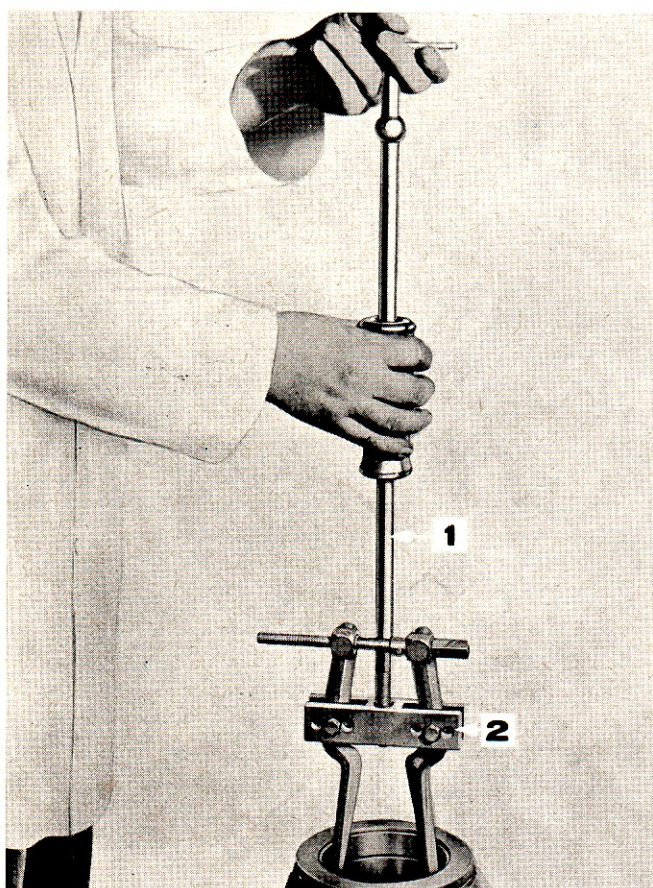

Figure 47: Extraction de la cuvette de roulement extérieur de trompette
2. S'il y a lieu de remplacer la cuvette de roulement de l'arbre de roue, extraire la cuvette de la trompette à l'aide des outils nos 943 et 943-S (Figure 47).